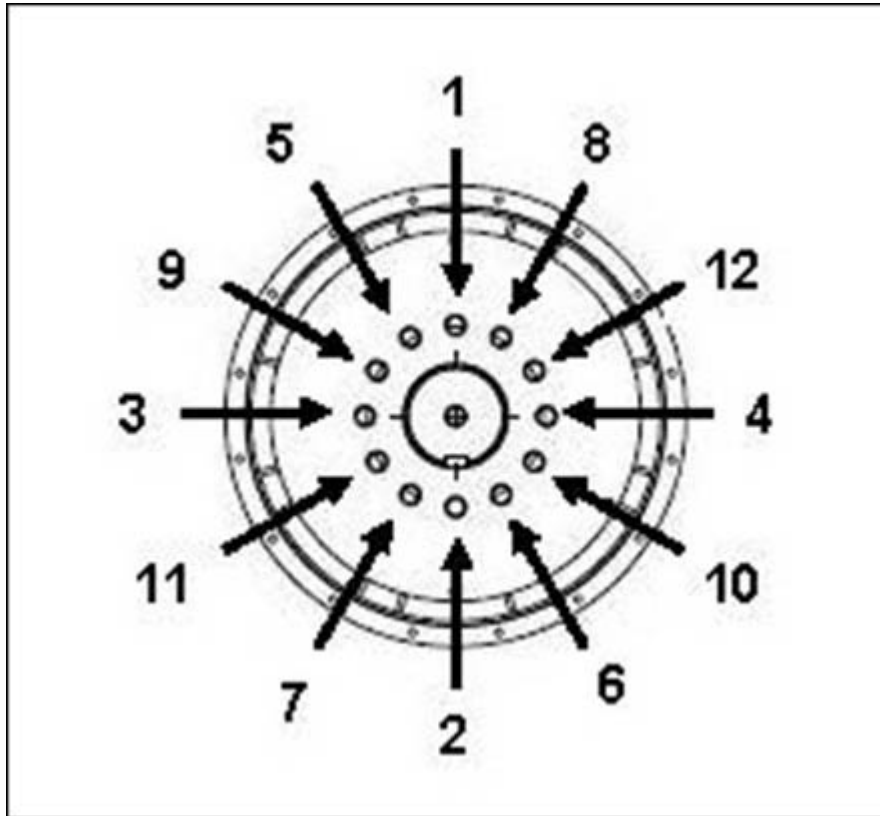

FIGURA 24. SEQUÊNCIA DE FIXAÇÃO NO CUBO
4. Se necessário, aperte os parafusos dos discos de acoplamento de acordo com a sequência ilustrada em Figura 24 na página 44.